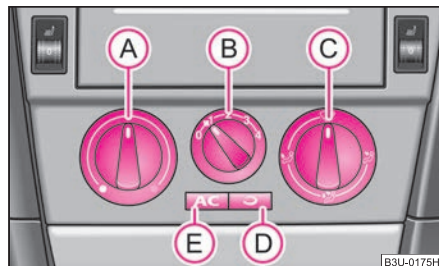
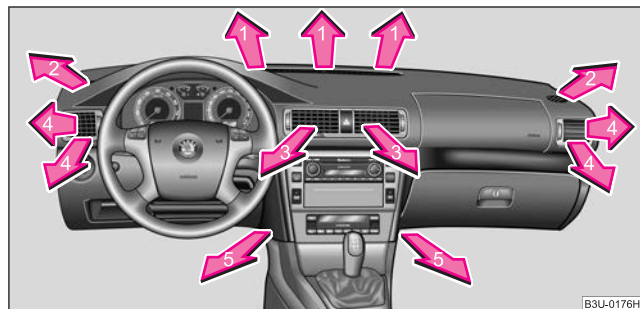
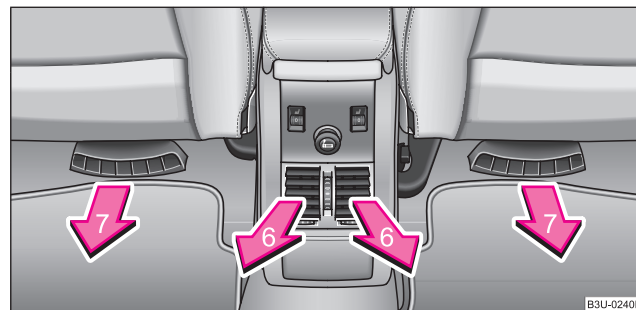

Abb. 106 Klimaanlage:
Abb. 107 Luftaustrittsdüsen vorn
Abb. 108 Luftaustrittsdüsen hinten
Die Klimaanlage arbeitet, wenn der Schalter  $\Rightarrow$ Seite 91, Abb. 106  gedrückt ist und folgende Bedingungen erfüllt sind:
- Drehen Sie den Drehregler **(A)** ⇒ Abb. 106 nach rechts, um die Temperatur zu erhöhen.
- Drehregler **(A)** ⇒ Abb. 106 bis zum Anschlag nach rechts,
- Luftaustrittsdüsen 4 ⇒ Seite 93, Abb. 107 öffnen und zur Seitenscheibe richten.
- Drehregler (A) ⇒ Seite 91, Abb. 106 bis zum Anschlag nach links,
- Gebläseschalter (B) in die gewünschte Position,
- Luftverteilungsregler (C) in die Position ,
- Luftaustrittsdüsen 3 und 4 ⇒ Seite 93, Abb. 107 öffnen,
- Kühlung durch Drücken der Drucktaste (E) ausschalten,
- durch Drücken der Drucktaste (D) Umluftbetrieb ausschalten.
- Drücken Sie den Schalter  ⇒ Seite 91, Abb. 106, das Schalter-Symbol  leuchtet auf.
Wenn der Luftverteilungsregler  ⇒ Seite 91, Abb. 106 in der Position  steht, wird der Umluftbetrieb automatisch ausgeschaltet bzw. geht nicht einzuschalten.
Die Luftzufuhr für die einzelnen Düsen stellen Sie mit dem Luftverteilungsregler  ein ⇒ Seite 91, Abb. 106. Die Düsen 3 und 4 ⇒ Abb. 107 und 6 ⇒ Abb. 108 können Sie auch einzeln einstellen.
Aus den geöffneten Luftaustrittsdüsen strömt je nach Stellung des Drehreglers  ⇒ Seite 91, Abb. 106 und nach Klimabedingungen erwärmte, nicht erwärmte bzw. gekühlte Luft. ▶
Die Fußraumdüsen hinten **7** werden gemeinsam mit den Düsen **5** gesteuert. Luftverteilungsregler  ⇒ Seite 91, Abb. 106 in die Position  stellen. ■